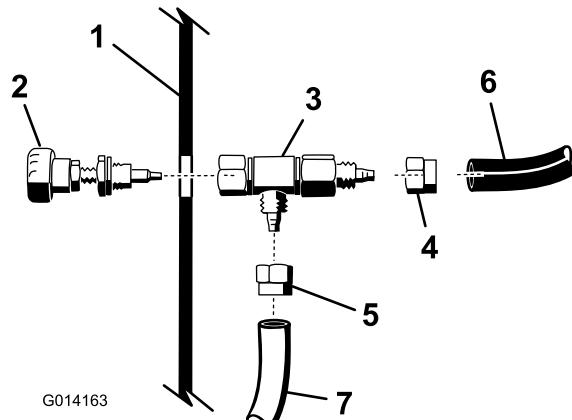

Рисунок 20
- Ослабьте гайку, крепящую ручку в сборе на тройник, как показано на Рисунок 20.
- Подсоедините синие и белые трубы пенного шланга, проложенного под приборной панелью, к корпусу регулирующего клапана, как показано на Рисунок 20.